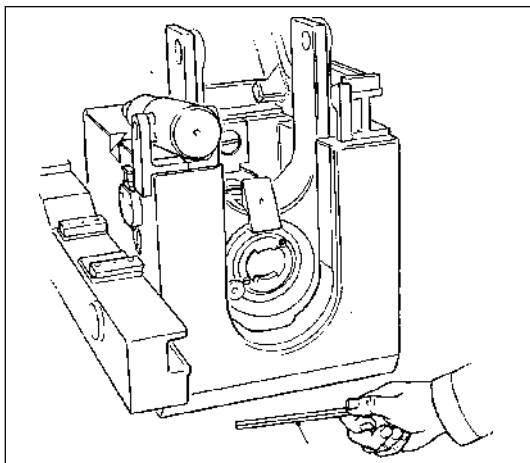

Fig 8-7. Colocação da barra de retenção da cunha L1A1
(5) Coloque a barra de retenção da cunha L1A1 em seu alojamento (nos topos dos extratores). Opere a alavanca de manobra até que a cunha apoie-se na barra. (Fig 8-7)